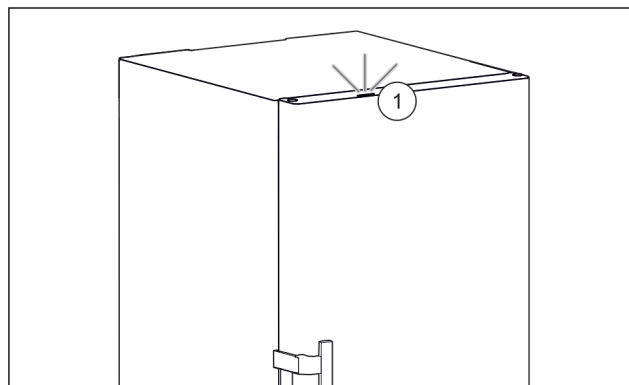

Fig. 60 Aktives Statuslicht bei geschlossener Tür
- Statuslicht Fig. 60 (1) ist aktiviert.